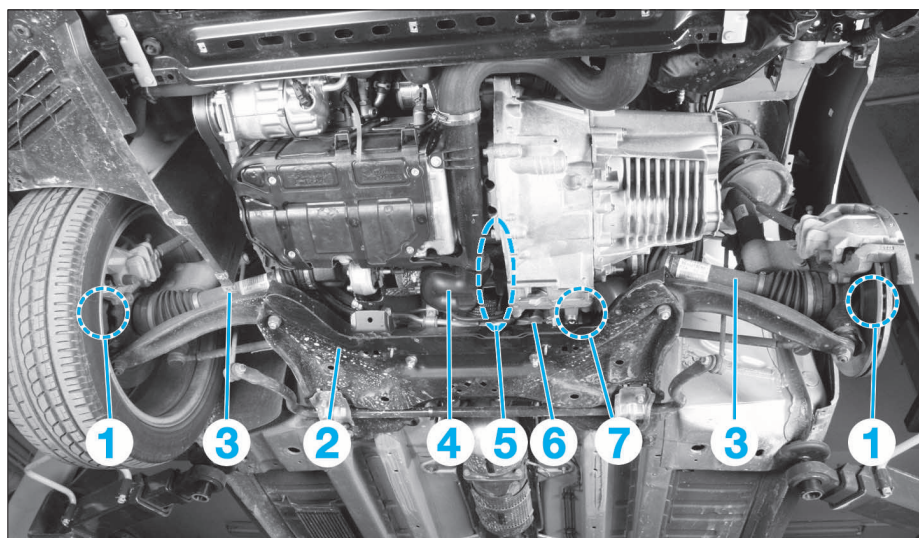
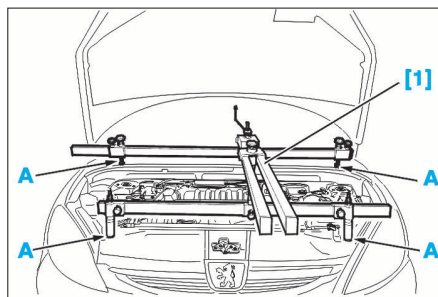

FIG. 2
FIG. 3
- Déposer (Fig.2) :
- les écrous (1) et les transmissions (3) (voir chapitre "Transmissions")
- le berceau (2)
- le raccord de suralimentation (4) (du turbocompresseur au radiateur d'air de suralimentation)
- le renfort impacteur de berceau (5) (si équipé)
- les fixations du support des câbles de commande des vitesses (6) puis l'écarter
- l'impacteur du carter de différentiel (7) (si équipé)
- Mettre en place la traverse [1] et ses supports (Fig.3). Positionner les points d'appui en (A).